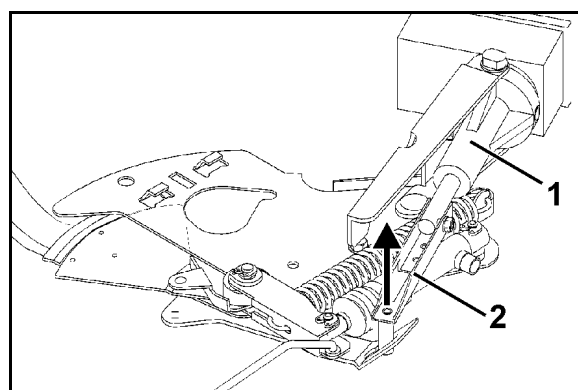

Fig. 14
4. Soulevez le servomoteur (Fig. 14/1) et décrochez le tirant (Fig. 14/2) du clapet de dosage.